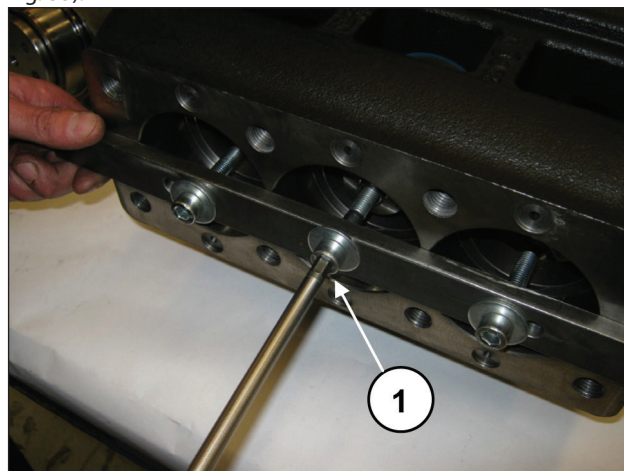
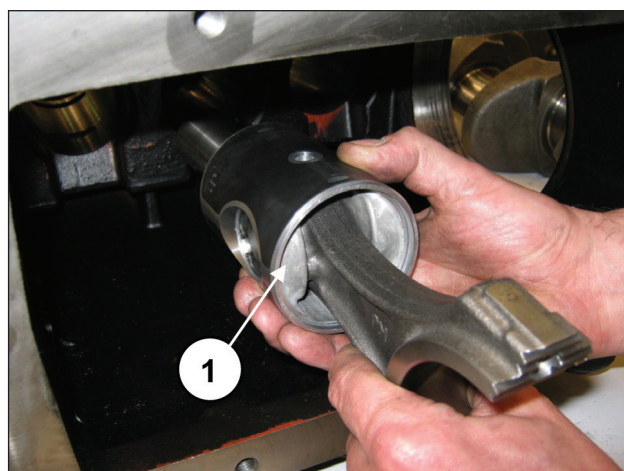

Fig. 32
Fig. 33
S'il est nécessaire de remplacer une ou plusieurs bielles ou guides de piston, procéder de la façon suivante : Dévisser les vis de l'outil réf. 27566200 pour débloquer les bielles (rep. ①, Fig. 32) puis dégager les ensembles bielle-guide de piston par l'ouverture arrière du carter (rep. ①, Fig. 33).
Déposer l'outil de maintien des bielles réf. 27566200 (rep. ①, Fig. 32).